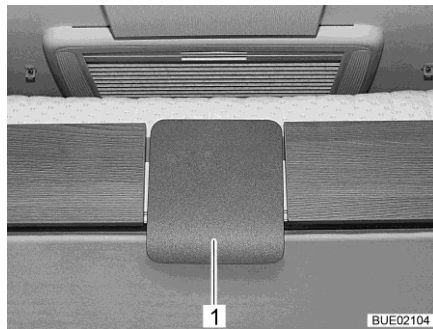

Fig. 139 Piastra di sblocco sul letto basculante (Ixeo I)
- Letto basculante con incastro: Tirare sotto sulla piastra di sblocco (Fig. 139,1) e tirare verso il basso il letto basculante fino all'arresto.